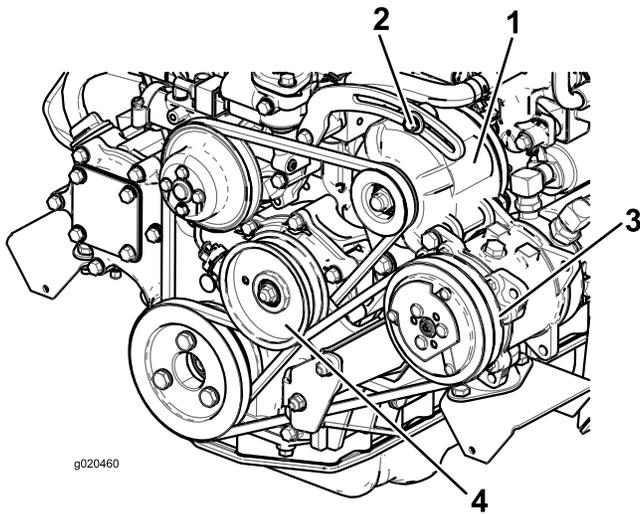

Figura 64
2. Si la desviación no es de 10 mm, afloje los pernos de montaje del alternador (Figura 64).